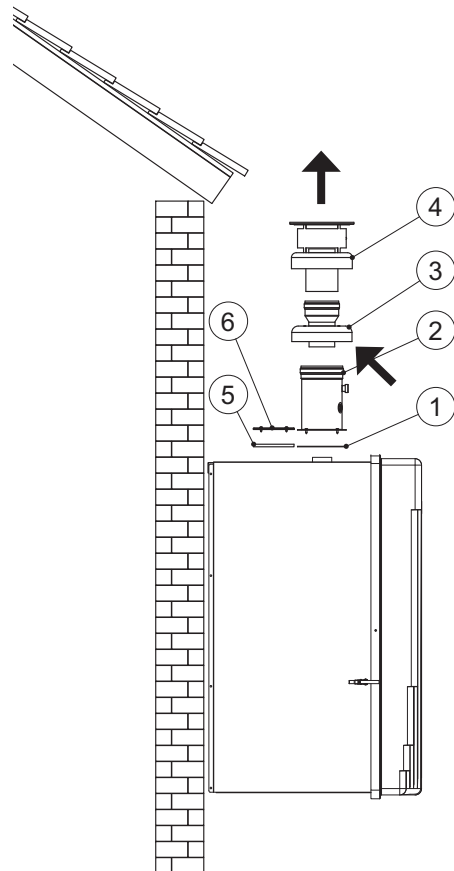

Fig. 15
- fissare il kit terminale fumi nell'apposita sede, interponendo la guarnizione di tenuta, utilizzando le quattro viti date in dotazione (Fig. 15);